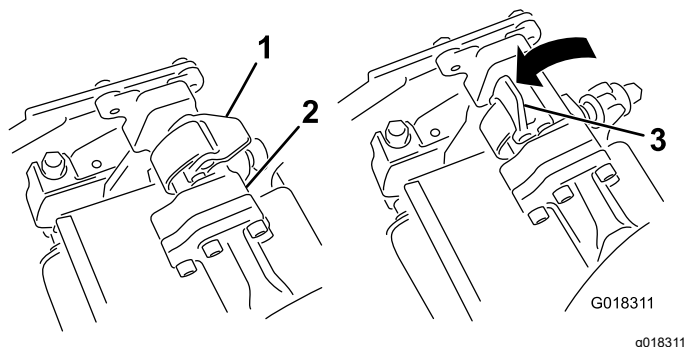
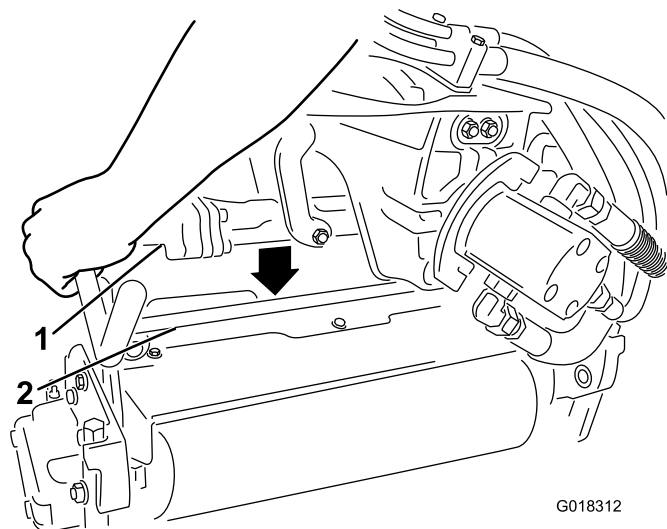

Figure 3
Figure 4
3. Les verrous de la barre de bras de suspension étant orientés en haut (Figure 3), poussez le bras de suspension vers le bas pour que la barre s'engage sur la barre transversale en haut de l'unité triple rouleau (Figure 4).
4. Fermez les verrous autour de l'unité triple rouleau et bloquez-les en place (Figure 3).